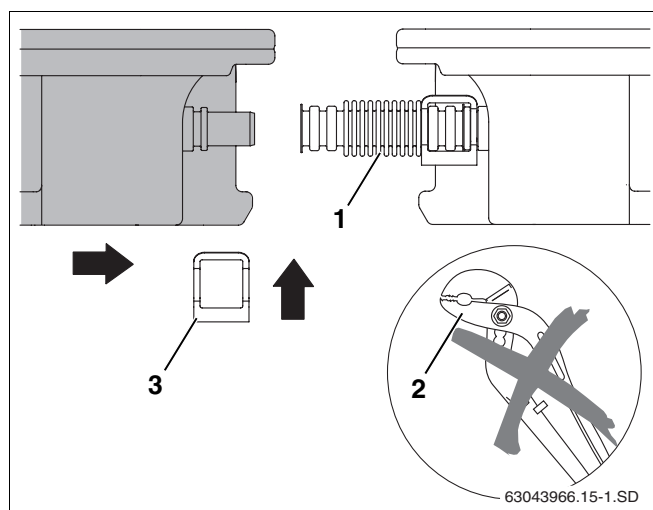

Fig. 26 Deslizar el segundo colector hasta el primero
- ▶ No utilice herramientas tales como alicates (fig. 26, **pos. 2**). Estos pueden dañar la unión del tubo ondulado haciéndola inservible.
- ▶ Deslice el segundo colector hacia el primer colector de tal forma que las conexiones del colector se deslicen hasta entrar en las uniones de tubo ondulado (fig. 26, **pos. 1**) montadas previamente en el primer colector.
- ▶ Introduzca la segunda abrazadera (fig. 26, **pos. 3**) sobre la unión del tubo ondulado y la conexión del colector.